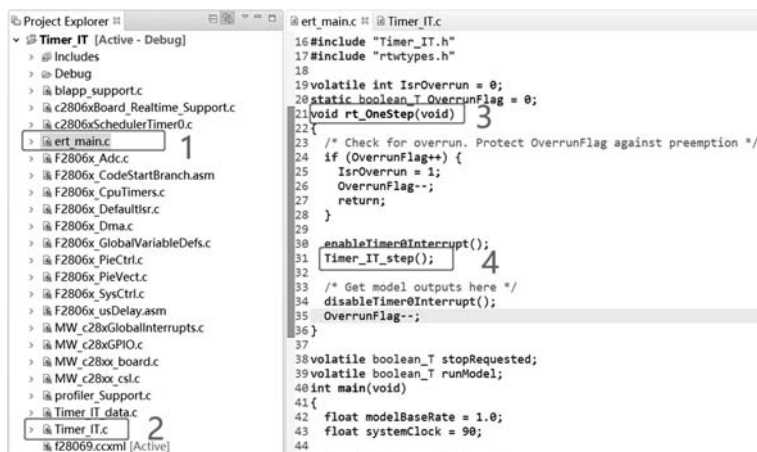

图 5.40 CCS 程序图
可以把此模型生成的工程文件在 CCS 编译器中打开,复制 MTLAB 的工作路径 D:\MBD28069_BalanceCar\Chapter2\2.3Timer_IT,导入到 CCS 中,可以看到如图 5.40 所示的一些文件。
- (1) ert_main.c: 主要是对控制芯片一些初始化操作、while 循环和中断函数的调用。
- (2) Timer_IT.c: 主要包括初始化函数、定时器 0 中断操作函数、主函数里面的初始化函数。
- (3) 图 5.40 中的 3 和 4 为定时器 0 中断执行函数, Timer_IT_step() 函数为 rt_OneStep() 函数的子函数, 在 Simulink 中搭建的控制模型基本在定时器 0 中断函数执行, 除了 C28x Hardware Interrupt, Idle Task 等一些特别声明的模块。